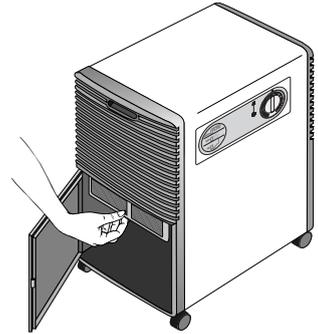

Fig. 4
- Para retirar o filtro, abrir a porta de acesso ao depósito e retirar o filtro puxando-o para baixo (fig. 4).